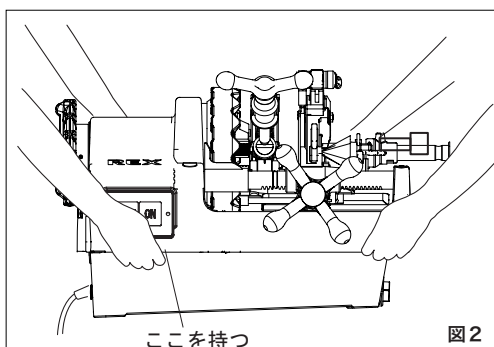

図2
1. マシンの運搬 (図2)
① NS80AⅢ (自動切上ダイヘッド) の場合